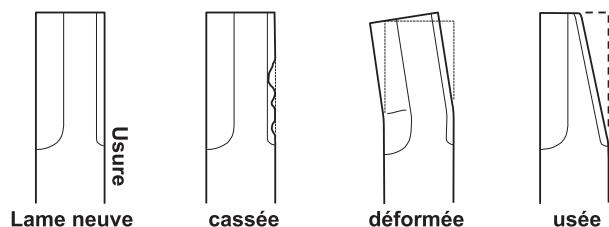
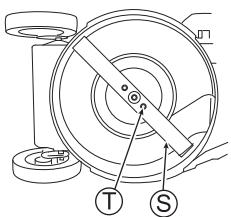

Fig. 33
Fig. 34
- Vérifiez qu'il n'y a pas de problème de cassures, de pliures ou d'usure sur la lame (S). (Voir Fig. 33)
- Si la lame (S) ou ses boulons de montage de la lame (T) sont "usés", "cassés" ou "déformés", remplacez-les par des pièces neuves correspondant à nos spécifications.
- Vérifiez que les boulons de montage de la lame (T) sont bien serrées au couple de serrage spécifié. (Voir Fig. 34)
- Serrez complètement les boulons de montage de la lame (T) à la main.